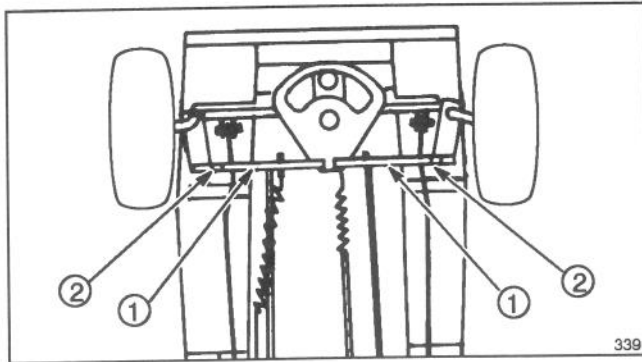

Abbildung 27
1. Zum Abstimmen der Vorderräder, die Klemmutter lockern und das Lenkgestänge soweit drehen, bis der mittige Abstand zwischen der Vorderseite der Vorderräder (d') 1,5 mm bis 6,3 mm geringer als die mittige Distanz zwischen der Rückseite der Vorderräder ausfällt (d'') (Abb. 27 und 28).